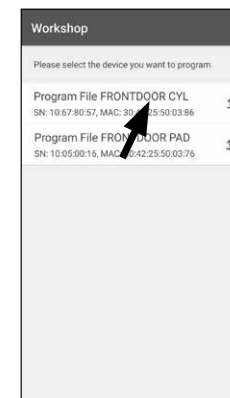

Abb. 101
- ⑪ Es werden Ihnen nun die Programmierdateien für das Schloss und die Tastatur angezeigt. Zunächst wird die Programmierdatei für den Zylinder übertragen. Dafür tippen Sie auf die Bezeichnung Ihres Schlosses. (Hier „Program File FRONTDOOR CYL“) (Abb. 101).